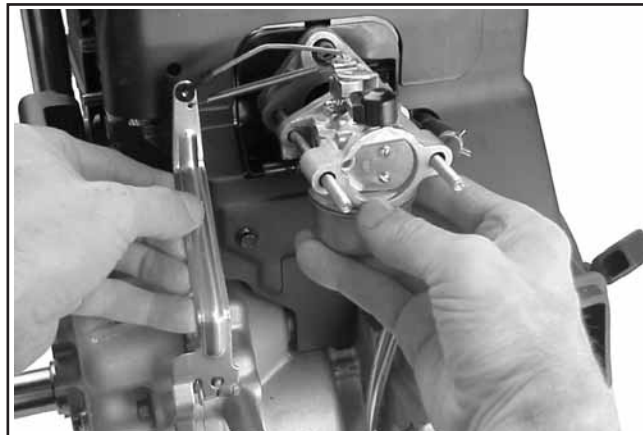

Figura 11-53. Instalar o Carburador e os Componentes do Regulador Externos.
3. Monte e ligue o mancal de articulação, a ligação do obturador de ar, a ligação com mola e a alavanca do regulador no carburador, se o tiver desmontado/desligado. Instale o carburador com a alavanca do regulador e a ligação ligada nos pernos de admissão e o veio transversal do regulador. Ligue a extremidade livre da linha de combustível de borracha ao acessório de entrada do carburador conforme estiver a ser instalado. Fixe a ligação com a braçadeira da mangueira restante. Consulte a Figura 11-53.